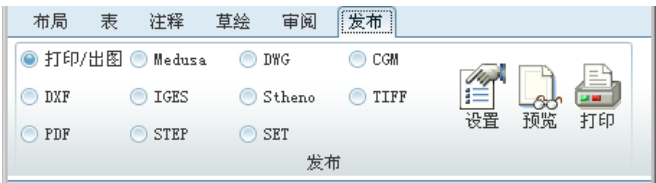

图 10.1.6 “发布”选项区域
(6) “发布”选项区域中的命令主要是用来对工程图进行打印及工程图视图格式的转换等操作，如图 10.1.6 所示。